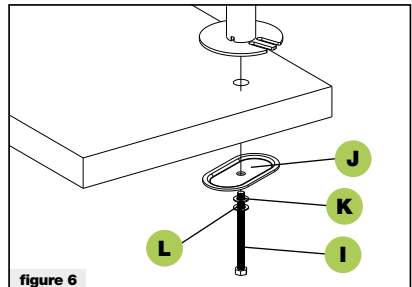

figure 6
3. Position the pole (a) on the mounting surface and secure using the support plate (j), M10 washer (k), spring washer (l) and M10 bolt (i). Fasten the M10 bolt using provided wrench (p), see figure 6.
3. Das Rohr (a) auf der Montagefläche positionieren und mithilfe der Haltescheibe (j), der Unterlegscheibe M10 (k), der Federscheibe (l) und der Schraube M10 (i) fixieren. Die Schraube M10 mit dem mitgelieferten Schlüsselschlüssel (p) festziehen, wie in Abbildung 6 gezeigt.
3. Placer le tube (a) sur la surface de montage et le fixer en utilisant la plaque de support (j), la rondelle M10 (k), la rondelle élastique (l), et l'écrou M10 (i). Serrer la vis M10 à l'aide de la clé fournie (p), conformément à la figure 6.
3. Posicionar el tubo (a) sobre la superficie de montaje y sujetarlo usando la placa de soporte (j), la arandela M10 (k), la arandela elástica (l) y el tornillo M10 (i). Apretar el tornillo M10 usando la llave incluida (p), como en la ilustración 6.
3. Umieścić rurę (a) na powierzchni montażowej i umocować ją za pomocą płytki wspierającej (j), podkładki M10 (k), podkładki elastycznej (l) i śruby M10 (i). Dokręcić śrubę M10 kluczem (p) znajdującym się na wyposażeniu, jak pokazano na rys. 6.